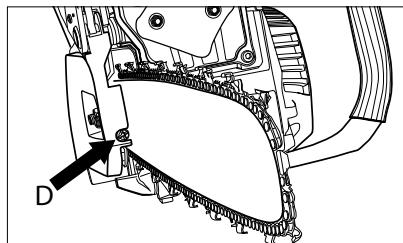

Рис. 11
поворните регулировочный винт (D) против часовой стрелки. Убедитесь в том, что цепь расположена по всей периферии шины (рис. 11).